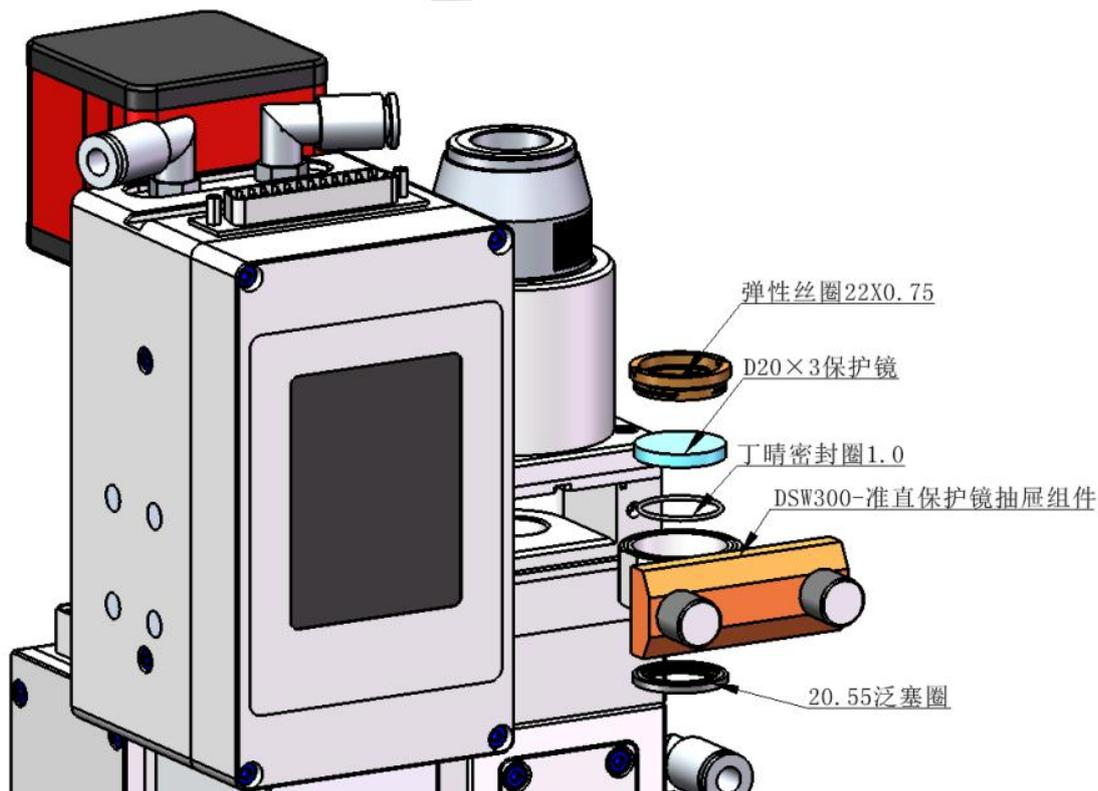

图 12 DSW300 焊接头准直保护镜片示意图
- (1) 如图12, 拧松两颗锁紧螺, 捏住抽屉式镜座两边拉出保护镜座;
- (2) 用工具取下保护镜压紧丝圈, 戴好指套取出镜片;
- (3) 清洁镜片、镜座和丝圈;
- (4) 将擦拭干净的新镜片(不分正反面)安装到抽屉式镜座里;
- (5) 装回保护镜压圈;
- (6) 将保护镜座重新插回激光加工头, 拧紧锁紧螺钉。